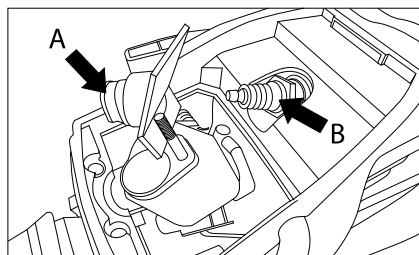

Рис. 25
2. Отсоедините высоковольтный кабель от свечи зажигания (А) (рис. 25).